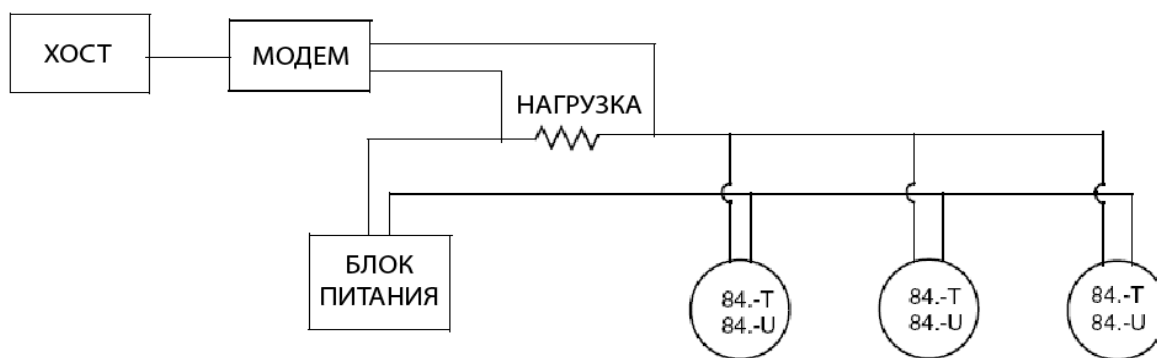

Рис. 22. Типичная многоточечная сеть
На рис.22 показана типичная многоточечная сеть. Не используйте данный рисунок в качестве схемы установки. Обращайтесь к HART Communication Foundation, (512) 794-0369, чтобы узнать конкретные требования для многоточечных применений.